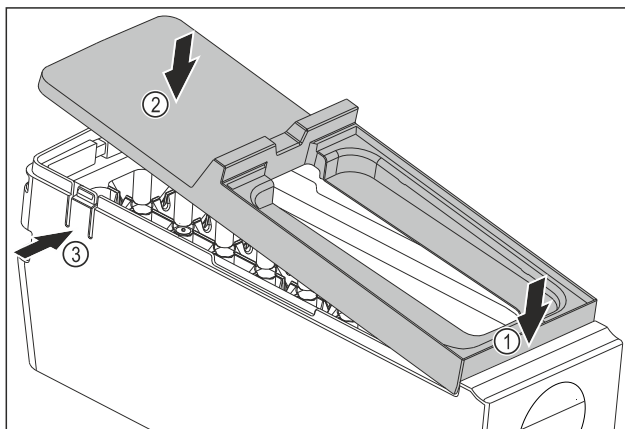

Fig. 113
- ▶ Montáž krytu korpusu EasyTwist-Ice: Nasadte kryt na přední stranu. Fig. 113 (1)
- ▶ Spusťte kryt vzadu dolů. Fig. 113 (2)
- ▶ Kryt slyšitelně zaklapne v obou lamelách Fig. 113 (3).